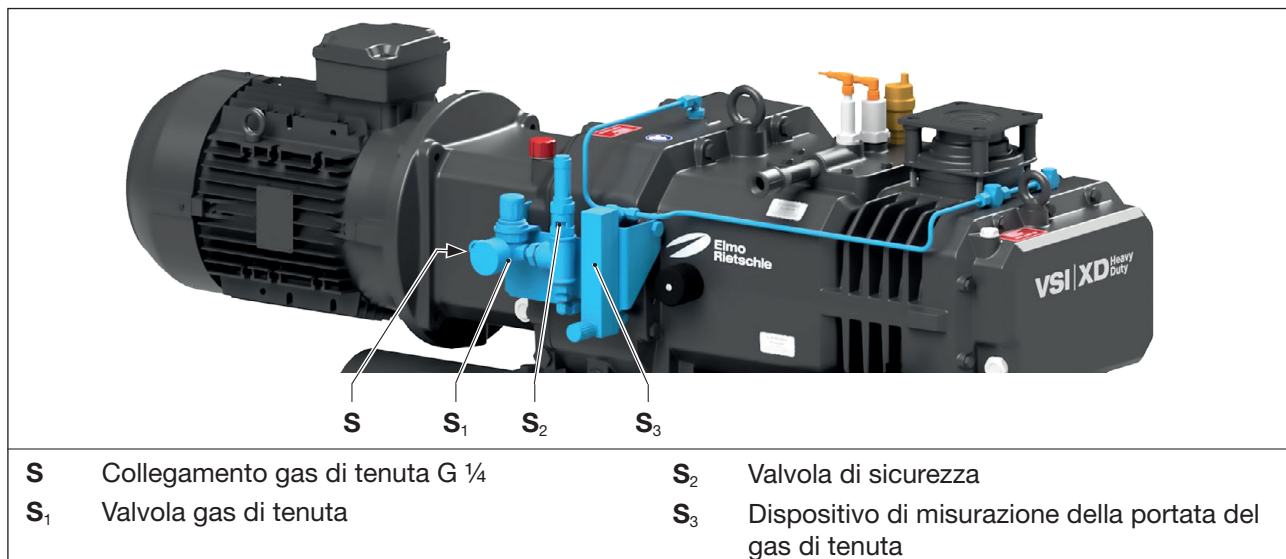

Fig. 15 Attacco per gas di tenuta con dispositivo per gas di tenuta
- Collegare la tubazione del gas di tenuta (attacco G 1/4) all'attacco del gas di tenuta (Fig. 15/S).
- Controllare la pressione mediante la valvola di regolazione della pressione (Fig. 15/S₁). Se necessario, regolare la pressione.
- Controllare la portata utilizzando il contatore per il flusso di gas di tenuta (Fig. 15/S₃).